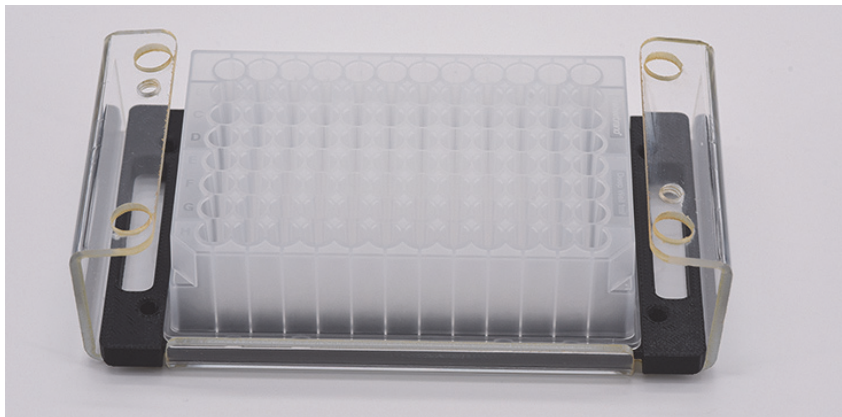

图 111 带有 96 深孔盘的阵列对接底座
- 3 将 96 深孔盘（安捷伦货号 P60-20 或 Fisher 货号 12-566-120）放入带有托盘底座的阵列对接底座中（图 111）